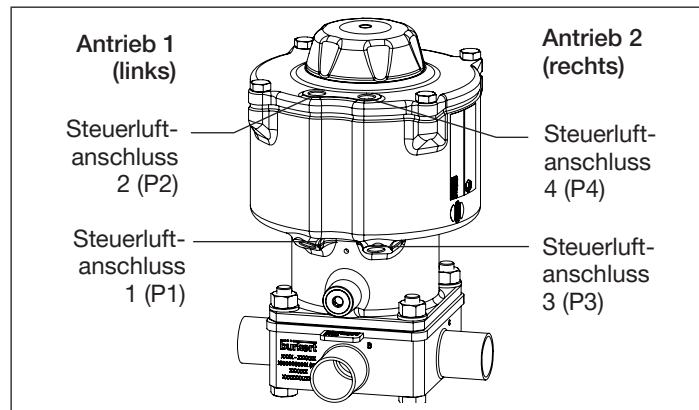

Bild 7: Pneumatischer Anschluss
→ Steuermedium an Steuerluftanschluss **1** und / oder **3** des Antriebs anschließen (siehe „Bild 7“).
→ Steuermedium an Steuerluftanschluss **2** und **4** des Antriebs anschließen (siehe „Bild 7“).
→ Schalldämpfer in die freien Entlüftungsanschlüsse schrauben (siehe „Bild 7“).
5) siehe „Bild 7: Pneumatischer Anschluss“.